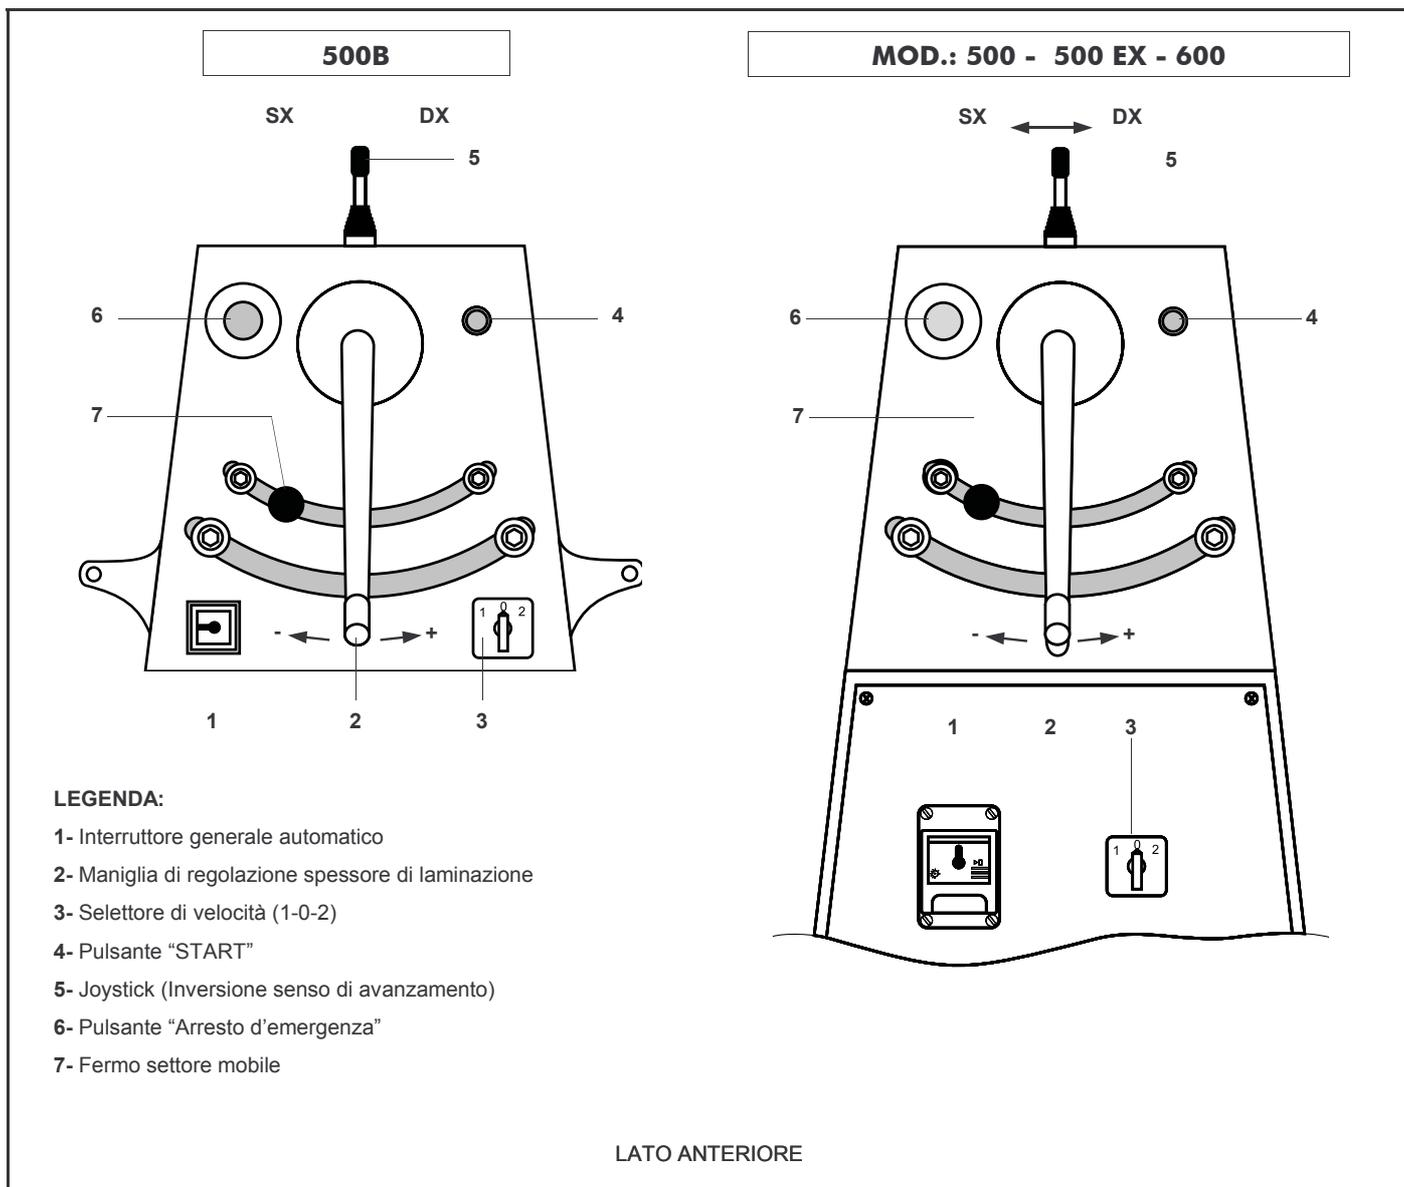

FIG.8 (Pannello di comando e controllo)
È costituito dai componenti installati sul lato anteriore della macchina (FIG.8) a cui l'operatore addetto deve fare riferimento per l'uso e funzionamento della stessa.
- 6- Assicurarsi che l'**interruttore generale automatico** (FIG.8-Rif.1) sia in posizione "OFF" e il **selettore di velocità** (FIG.2-Rif.3) in posizione "0";
- 1- Dare tensione alla macchina portando l'**interruttore generale automatico** (FIG.8-Rif.1) in posizione "ON";
- 2- Impostare la velocità desiderata tramite il **selettore di velocità** (FIG.8-Rif.3 - Posizione 1-2);
- 3- Regolare lo spessore di laminazione della pasta tramite la **maniglia** (FIG.8-Rif.2);
- 4- Avviare la macchina premendo il pulsante "**START**" (FIG.8-Rif.4);
- 5- Scegliere il senso di avanzamento dei nastri trasportatori tramite il **joystick** (FIG.8-Rif.5);
- 7- Una volta raggiunto lo spessore della sfoglia desiderato (fine ciclo) portare il **selettore di velocità** (FIG.8-Rif.3) in posizione "0" (stand-by = i nastri trasportatori e cilindri laminatori si fermano) e **prelevare la sfoglia**.
L'arresto di emergenza della macchina può essere effettuato premendo il pulsante di arresto d'emergenza installati nel pannello di comando e controllo (FIG.8-Rif.6).
- 1- Premere tempestivamente il **pulsante arresto di emergenza** (FIG.8-Rif.6).;
- 2- Spegnerla macchina portando l'**interruttore generale automatico** (FIG.8-Rif.1) e il **selettore di velocità** (FIG.8-Rif.3) in posizione "0";
- 1- Spegnerla macchina portando l'**interruttore generale automatico** (FIG.8-Rif.1) e il **selettore di velocità** (FIG.8-Rif.3) in posizione "0";